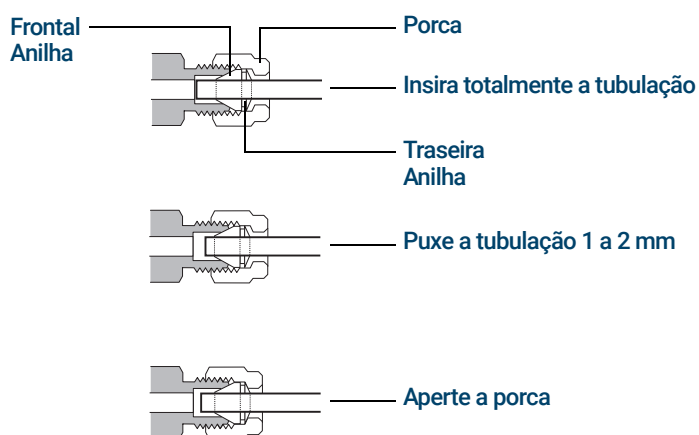

Figura 54. Inserir a tubulação
- Empurre a tubulação totalmente para dentro do plugue e depois puxe-a aproximadamente 1 a 2 mm, conforme mostra a **Figura 54**.